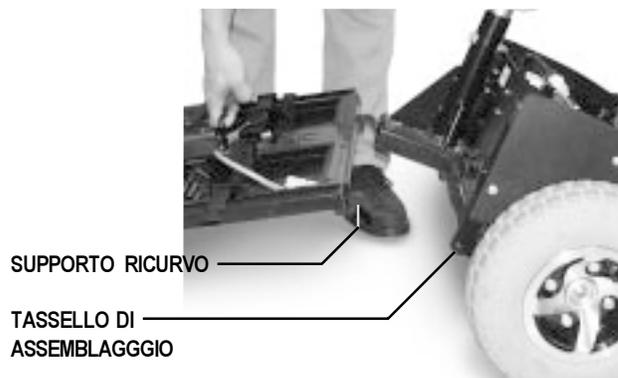

Figura 21. Divisione delle due sezioni del telaio
10. Mantenendo la leva tirata, sollevare il telaio tramite l'apposita maniglia mentre si esercita pressione all'indietro sul piantone sedile. Le sezioni del telaio si dividono. Si veda figura 21.
1. Posizionare le due sezioni del telaio come da figura 21.